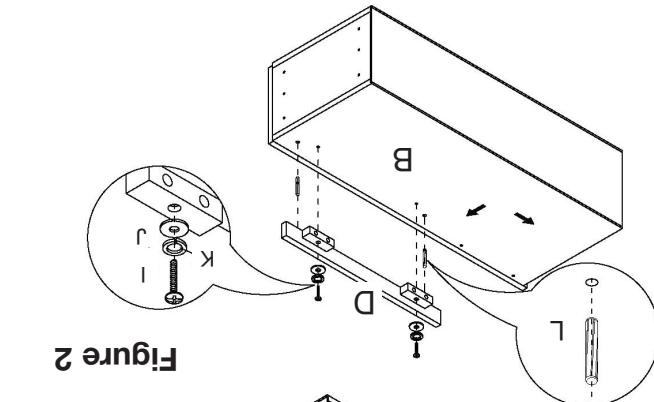

Figure 2
3. Posez le panneau latéral droit (B) sur une surface propre et lisse comme à la figure 2. Insérez les goujons de 30 mm (L) dans les trous percés au préalable dans la base. Glissez le montant avant droit (D) sur les goujons et fixez-le en insérant les vis cruciformes de 25 mm (I), les rondelles à ressort (K) et les rondelles plates (J) dans les trous percés au préalable (voir le médaillon de la figure 2).